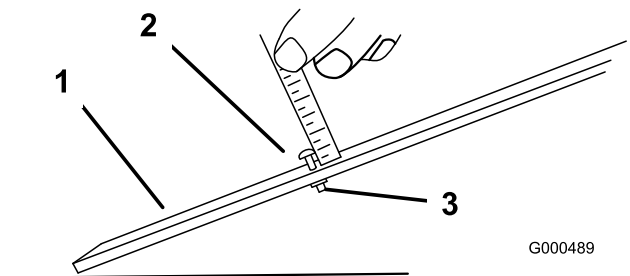

図 16
2. ゲージバーのナットをゆるめ、調整ネジを希望の刈り高に合わせる(図 16)。ネジ頭の下からバーの表面までの距離が刈り高となる。